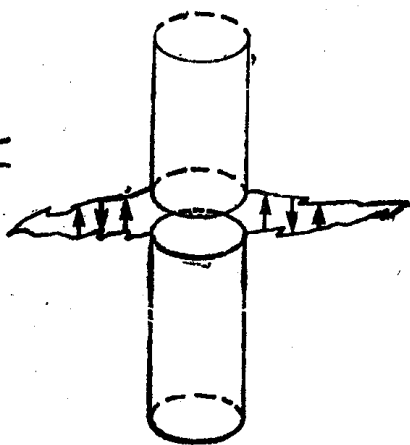

图 1-3 诱导水平裂缝
3. 诱导出的水平裂缝(图 1-3)：诱导裂缝可能在二、三种情况下发生。最常见的是页岩(或其它岩层)在泥浆柱压力下产生裂缝(注：泥浆压力一旦撤去而且上覆地层有可能下降的话，裂缝可能闭合)。此外，诱导裂缝还可能出现在压实不好的海床。此外，在山顶钻井也可能出现此种现象。